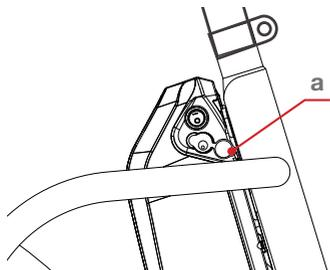

Fig. 2
1. Aprire il coperchio (a - Fig. 2) di protezione della presa di ricarica della batteria.